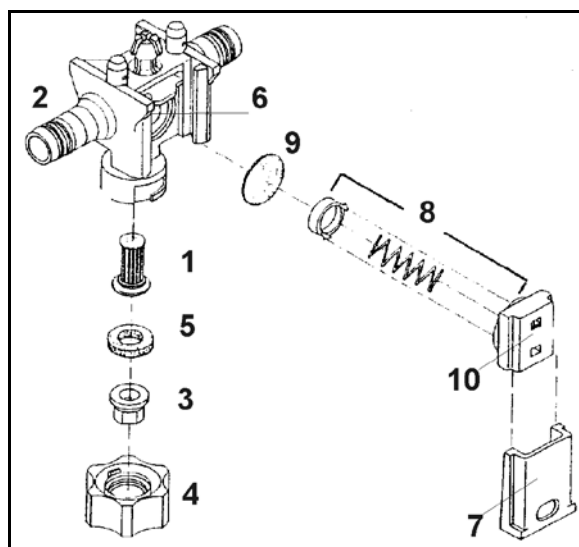

Bild 187
- Rengör ledningsfiltret (Bild 187/1) beroende på användningsförhållande var 3:e-4:e månad.